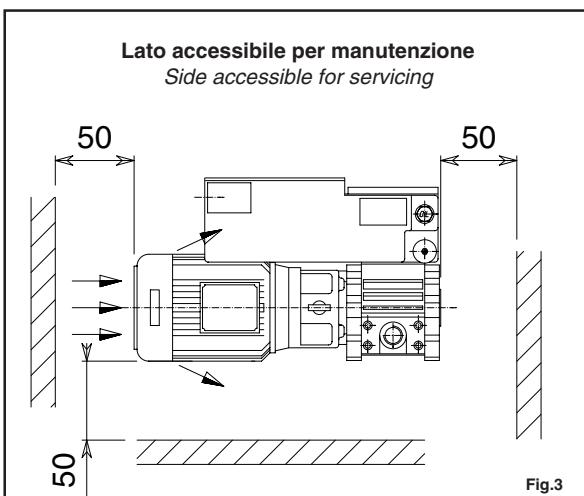

Fig.3
□ Deve essere accessibile per una corretta e facile manutenzione rispettando le distanze minime da eventuali ingombri (*fig.3*).
□ It must be accessible for correct and easy maintenance, by respecting the minimum distances from possible obstructions (see fig.3).